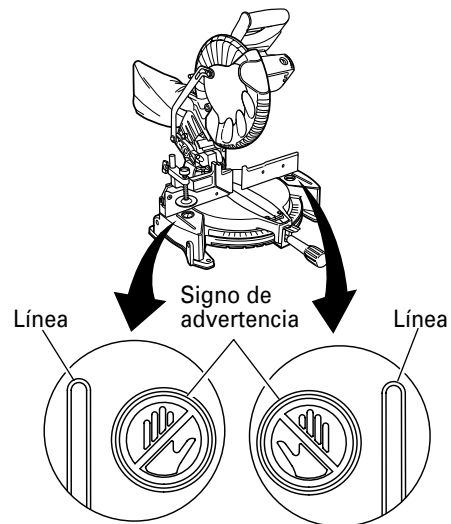

Fig. 19
- * No coloque nunca sus miembros dentro de la línea cerca del signo de advertencia mientras está utilizando la herramienta. Esto podría resultar peligroso (consulte la Fig. 19).